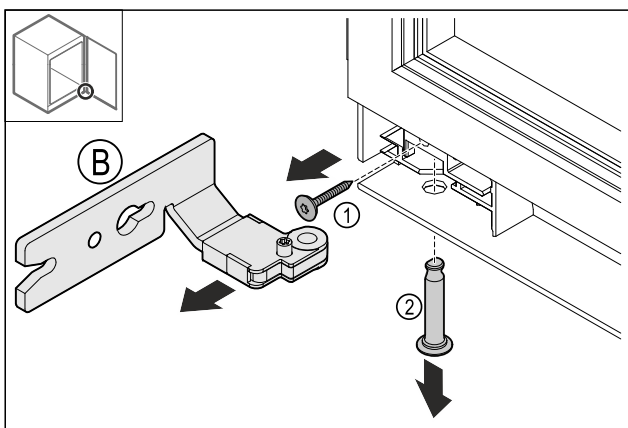

Fig. 15
- ▶ Odvrnite vijak Fig. 15 (1).
- ▶ Odvrnite svornjak Fig. 15 (2).
- ▶ Skinite šarku Fig. 15 (B).